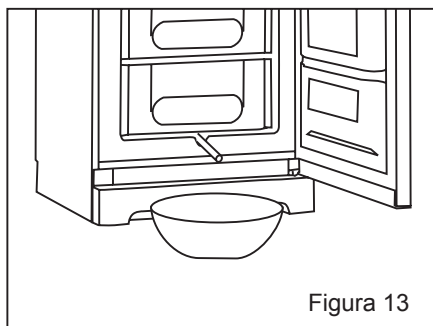

Figura 13
3. Extraiga el pitón de desagüe en la parte inferior del aparato y coloque un recipiente debajo (figura 13). Si el pitón estuviese congelado en posición, coloque un paño empapado en agua caliente sobre el mismo durante unos minutos.